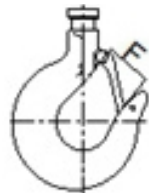

Figure 5- Throat Width
- 5 Dimensions du Crochet: inspectez les crochets pour les déformations, les dommages chimiques ou les fissures. Les crochets endommagés des produits chimiques, la déformation ou les fissures, ou les crochet ayant les ouvertures de l'entrée supérieure à "l'ouverture de rejet indiquée dans le tableau doivent être remplacés. Si le crochet est tordu de plus de 10 degrés du plan du crochet droit il doit être remplacé. Voir la Figure 5.